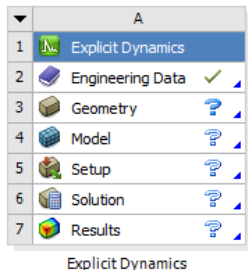

图 15-1 分析项目
2) 双击主界面 Toolbox 中的 “Analysis System” → “Explicit Dynamics” 选项，即可在项目管理区创建分析项目 A，如图 15-1 所示。